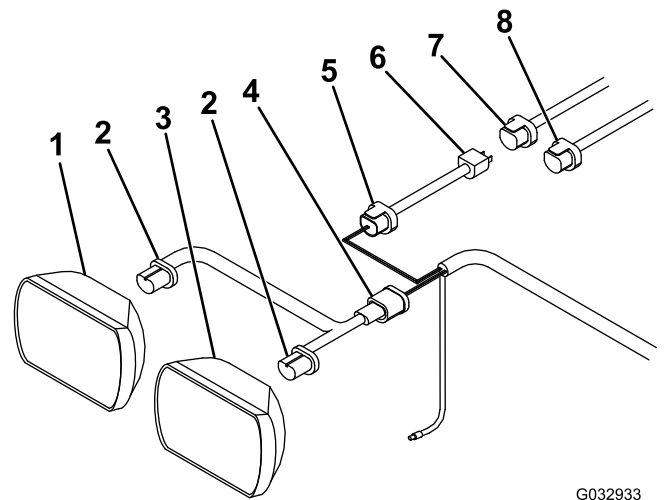

Figura 24
1. Desconecte los conectores del arnés de cables de la parte trasera de los faros izquierdos del vehículo (Figura 24).
2. Conecte los 2 extremos del adaptador del faro a la parte trasera de los faros izquierdos del vehículo (Figura 24).
3. Conecte el conector negro del adaptador del faro al arnés de cables largo (Figura 24).
4. Conecte el conector azul del adaptador del faro al conector azul del arnés de cables largo (Figura 24).
5. Conecte el extremo libre del adaptador del faro al conector que se desconectó anteriormente de las luces bajas del arnés de cables del vehículo (Figura 24).
6. Engrase, recoja y sujete el conector que se desconectó anteriormente de las luces altas del arnés de cables del vehículo (Figura 24).